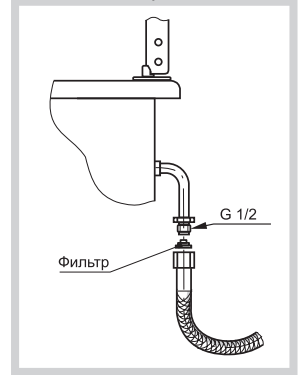

Рис. 19
- Подсоединение плиты к газовой сети или баллону должно быть выполнено при помощи гибкого шланга согласно действующим в Вашем регионе нормативным документам в области газоснабжения и безопасности (рис. 19).